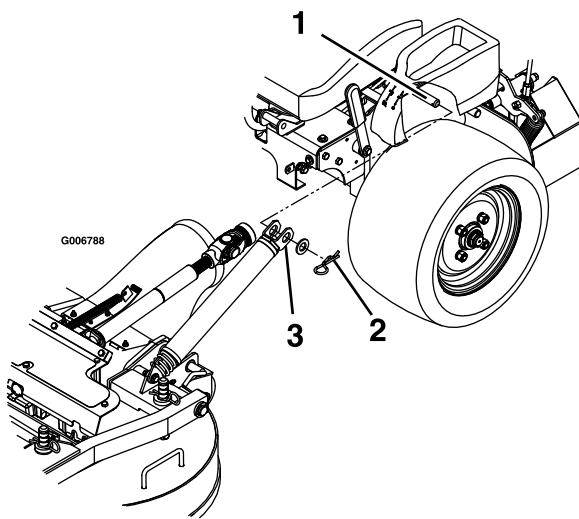

Figura 68
3. Retire los pasadores de horquilla y las arandelas de la parte superior del muelle de elevación asistida en cada lado de la máquina (Figura 68).
8. Instale los muelles en las clavijas de anclaje situadas debajo de las consolas derecha e izquierda y sujételos con una arandela y un pasador de horquilla (Figura 68).